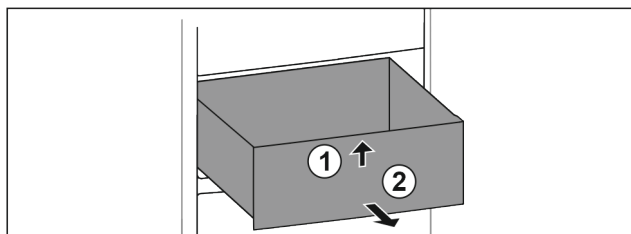

Fig. 75
- ▶ Lyft upp utdragslåda framtill. Fig. 75 (1)
- ▶ Ta ut utdragslåda genom att dra den framåt. Fig. 75 (2)